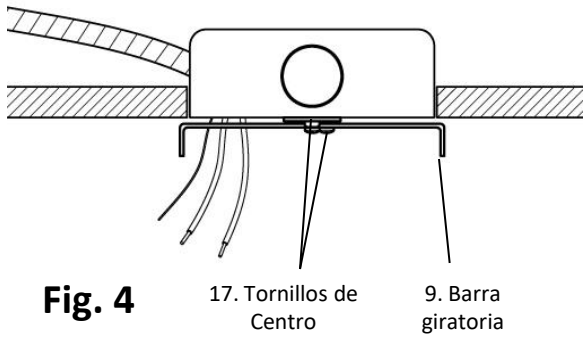

Fig. 4
3. Saque los cables de alimentación de la caja de distribución (#3) y monte la ménsula de montaje (#4) sobre la caja de distribución (#3) utilizando los tornillos para montar la ménsula (#5). (Fig. 4)
4. Girar la barra giratoria (# 9) a la posición deseada, teniendo en cuenta que va a determinar la orientación final de la luminario en sí. Apriete los dos tornillos de centro (# 17). (Fig. 4)